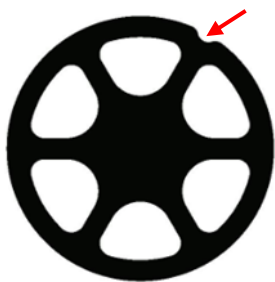

Fig. 6: Kalrez®, clapet standard
- DuPont™ Kalrez® présente une entaille sur le contour extérieur (voir Fig. 6)